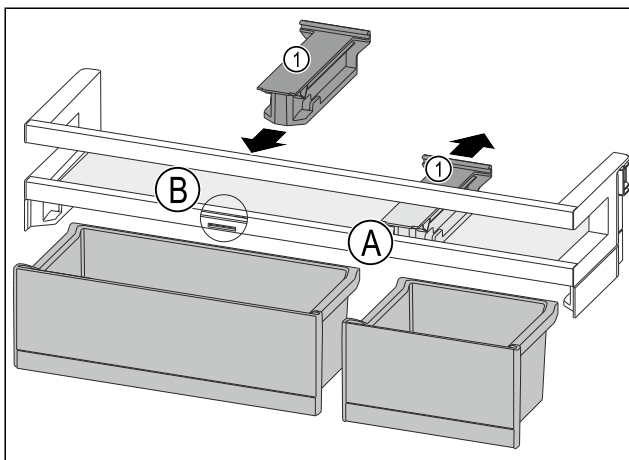

Fig. 115
- Кріпильний елемент Fig. 115 (1) у положенні Fig. 115 (A) витягніть рухом донизу.
- Кріпильний елемент Fig. 115 (1) вставте у положення Fig. 115 (B).